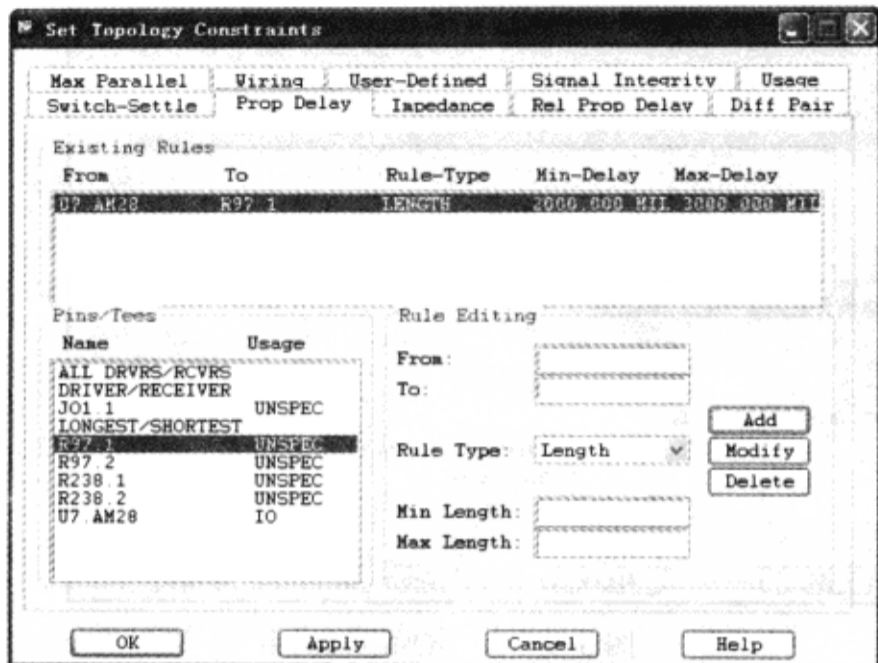

图 3-9-33 添加约束
(3) 单击“Add”按钮添加约束设置，如图 3-9-33 所示。